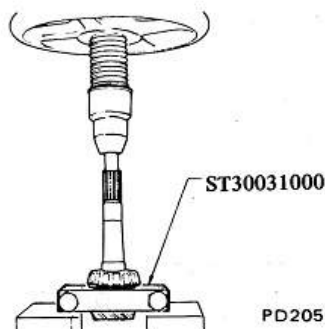

Fig. PD-70 Dépose du cône du roulement arrière
5. Maintenir le cône du roulement arrière dans l'extracteur spécial ST30031000 et le dégager du pignon d'attaque à la presse. Voir figure PD-70.